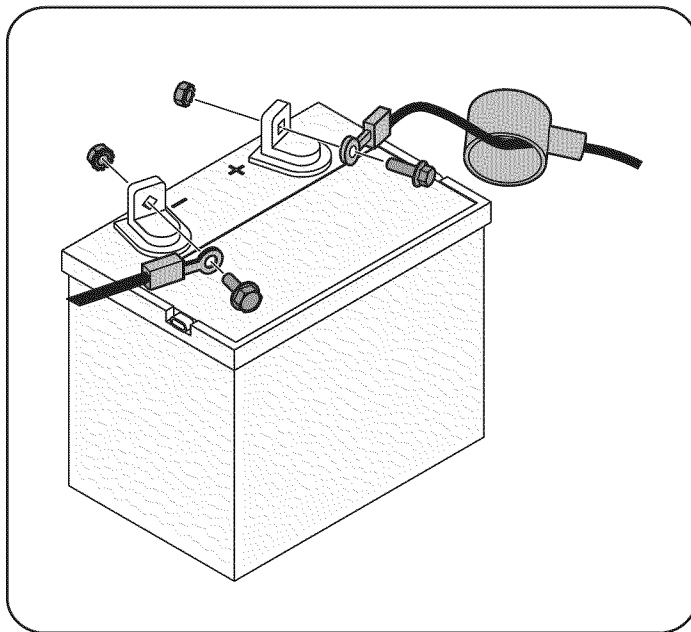

Figure 28
1. Quite la cubierta de plástico, si está presente, desde el terminal positivo de la batería y conectar el cable rojo al terminal positivo de la batería (+) con el perno y tuerca hexagonal. Véase la Figure 28.
2. Quite la cubierta de plástico, si está presente, desde el terminal negativo de la batería y conectar el cable negro al terminal negativo de la batería (-) con el perno y tuerca hexagonal. Véase la Figure 28.